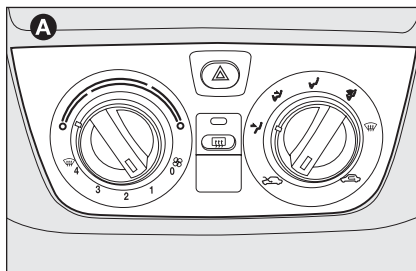

fig. 5
- ☐ con calefactor **A-fig. 5**;